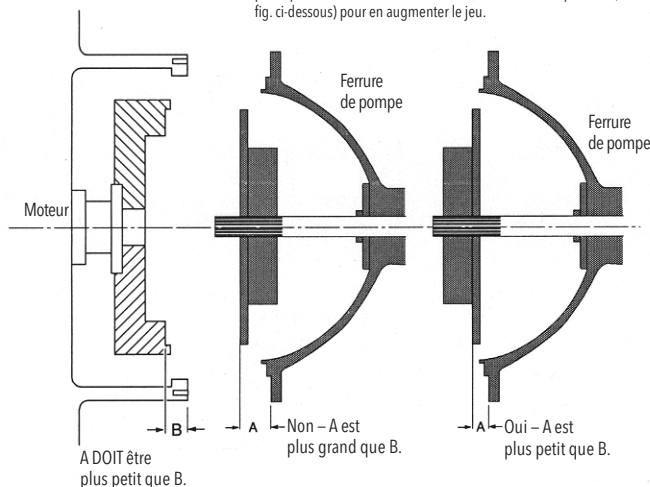

Figure 4
- Mesurer l'écart A entre la face de fixation de l'accouplement et la face de fixation de la ferrure de pompe (v. **A**, fig. 4).
- Mesurer l'écart B entre la face du volant servant à fixer l'accouplement et la face du carter de volant utilisée pour fixer la ferrure de pompe (v. **B**, fig. 4).